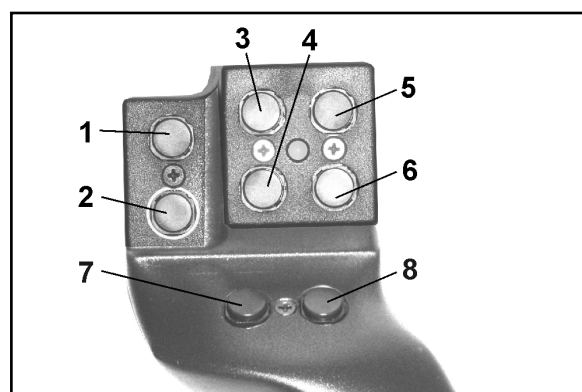
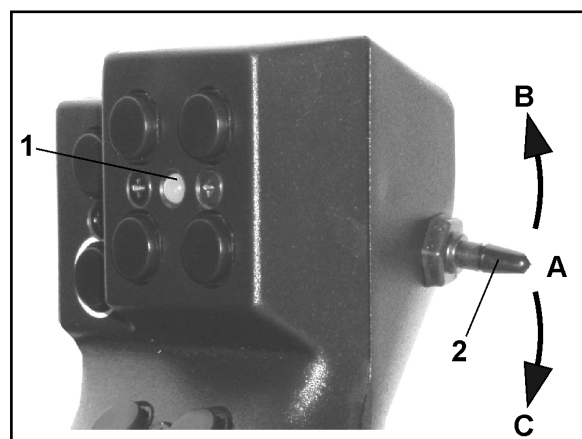

Fig. 56
Fig. 57
Para o comando do **AMATRON 3**, o punho multifunções (Fig. 56) possui 8 teclas (1 - 8). Para além disso, é possível através do interruptor (Fig. 57/2) alterar triplamente a ocupação das teclas.
- posição central (Fig. 57/A) e pode ser
- accionado para cima (Fig. 57/B) ou
- para baixo (Fig. 57/C).
A posição do interruptor é indicada através de uma luz de LED (Fig. 57/1).